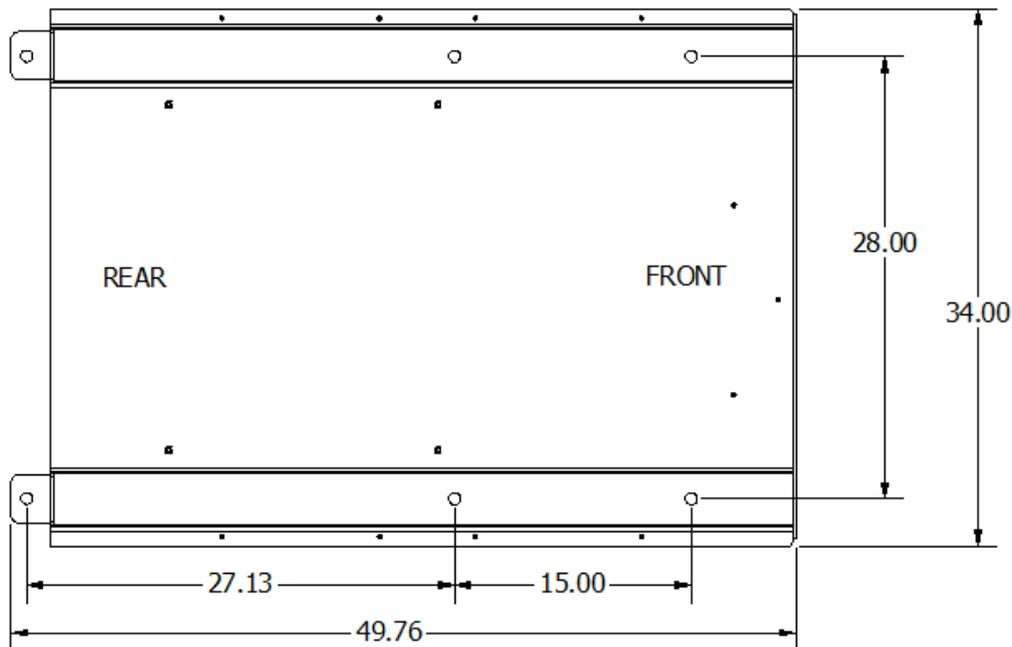
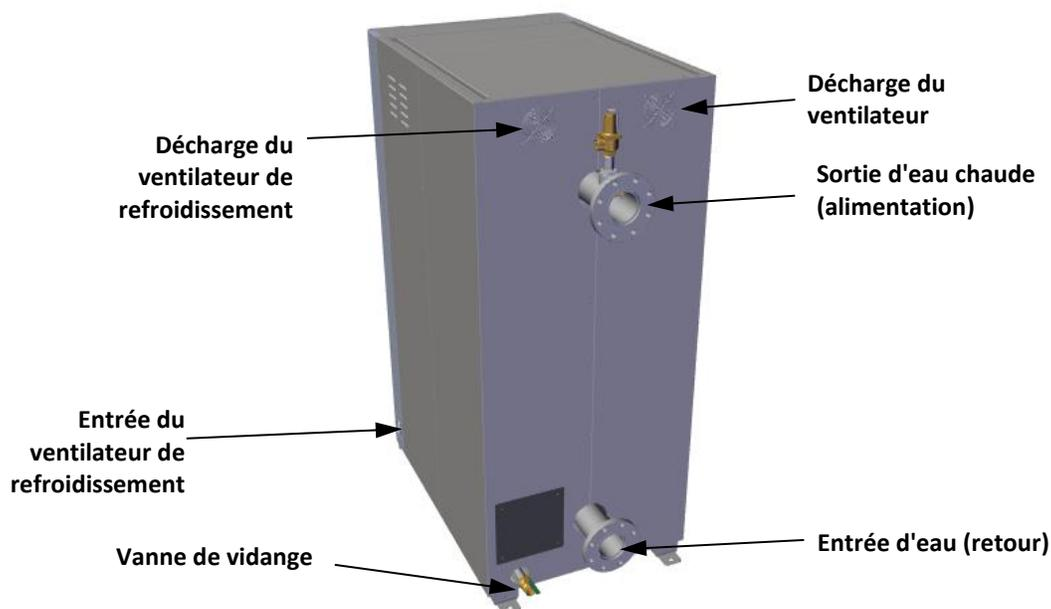

Figure 2-2: BMK E 216-684 Emplacements des boulons d'ancrage
Figure 2-4: BMK E 216-684 Points d'approvisionnement et de retour
Si vous ancrez l'unité, voir la figure 2-2 pour l'emplacement des ancrages.
Trois pattes de levage sont fournies dans le haut du récipient sous pression, comme le montre la figure 2-4. Retirez le panneau supérieur de l'appareil pour permettre l'accès aux pattes de levage. Retirez les quatre (4) écrous qui fixent l'unité aux boulons du chariot sur le patin d'expédition. Ces écrous sont situés aux emplacements des boulons d'ancrage avant et arrière illustrés à la figure 2-2. Soulevez l'appareil du patin d'expédition et placez-le sur la plate-forme de béton d'entretien ménager (obligatoire) à l'endroit désiré.